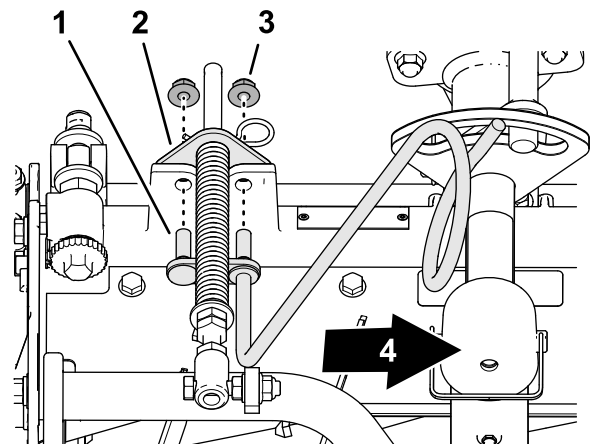

Figura 14
- Alinee los espárragos de la guía de mangueras derecha con los orificios del bastidor de la unidad de corte y del soporte del muelle de compensación (Figura 14).